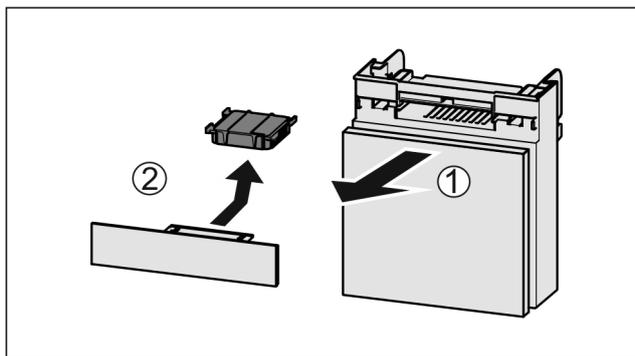

Fig. 97
- ▶ Extrageți Fig. 97 (1) compartimentul către înainte.
- ▶ Scoateți Fig. 97 (2) filtrul de cărbune activ.